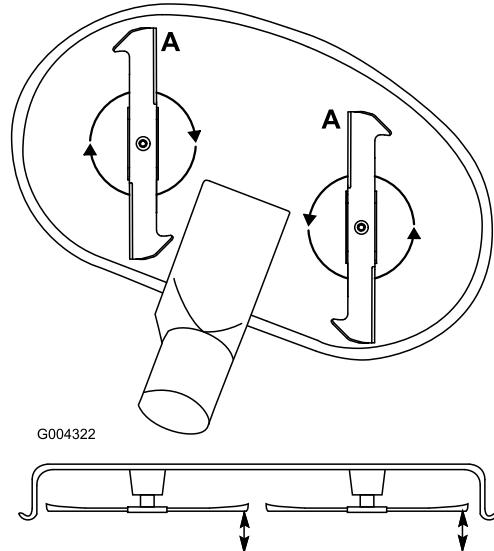

Figura 48
1. Rode as lâminas até as suas extremidades se encontrarem viradas para a frente e para trás (Figura 48). Meça desde uma superfície nivelada até à extremidade de corte, posição A, das lâminas (Figura 48). Anote esta medida.